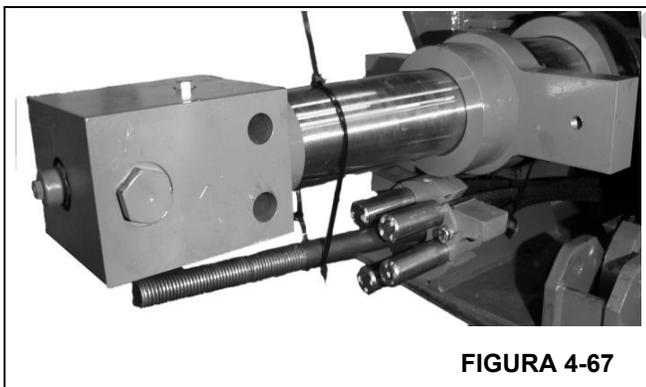

FIGURA 4-67
12. Prenda o conjunto de fixação dos cabos de extensão no cilindro telescópico (Figura 4-67).